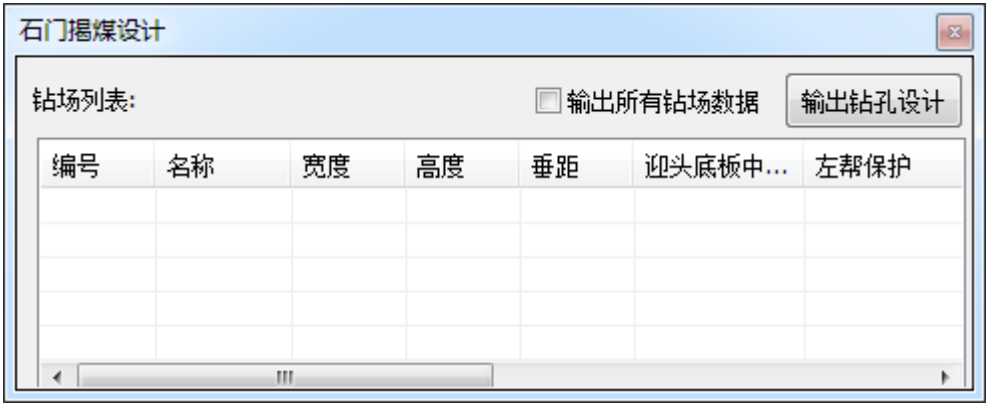

图 4-55 石门揭煤钻孔参数对话框
单击【石门揭煤钻孔参数】或工具栏图标对石门揭煤钻孔进行设计，弹出如图 4-55 所示对话框。对话框中的信息解释如下：
- 单击【新设计石门】按钮，绘图区域将绘制出钻场、煤层、钻孔的示意图，其中钻场和煤层是在 xoz 平面的投影效果图，如图 4-59 所示。同时数据更新至如图 4-55 所示对话框的钻场列表中。其中上面的矩形框代表的是煤层，圆圈及编号是煤层投影面上的钻孔及其编号，下面的矩形框代表的是钻场，圆圈及编号是钻场投影面上的钻孔及其编号。